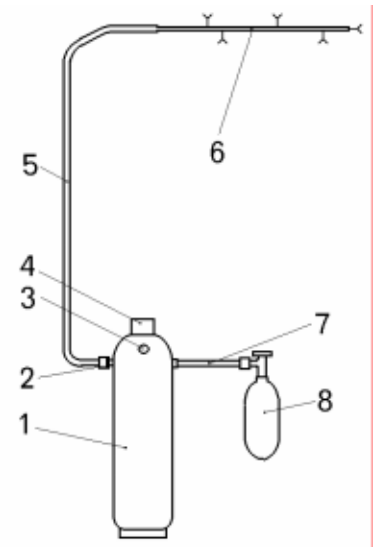

Рисунок 18.1 – Система пожаротушения:
Система пожаротушения состоит из двух независимых порошковых линий (рисунок 18.1), которые могут быть включены как одновременно, так и раздельно. Система пожаротушения служит для тушения пожара в двигательном отсеке.
- отсоединить газопровод 7 (смотри рисунок 18.1) от баллона 8;
- отсоединить газопровод 7 (смотри рисунок 18.1) от баллона 8 и порошкового бака 1;
- закрепить порошковый бак 1 (смотри рисунок 18.1) на самосвале;